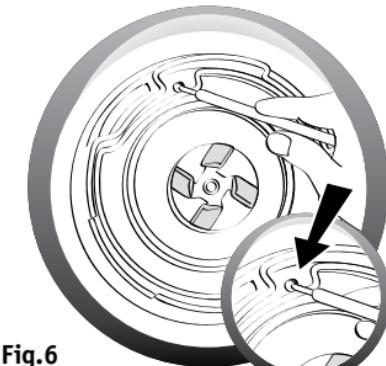

Fig.6
1. Desenrosque la unidad de las cuchillas (**B1**) de la botella (**B3**). (Tenga en cuenta que las cuchillas están muy afiladas). Gire la unidad de las cuchillas (**B1**) cabeza abajo y presione con la barra de plástico suministrada (**D**) en el pequeño orificio de la parte inferior de la unidad de las cuchillas. Fig.6.